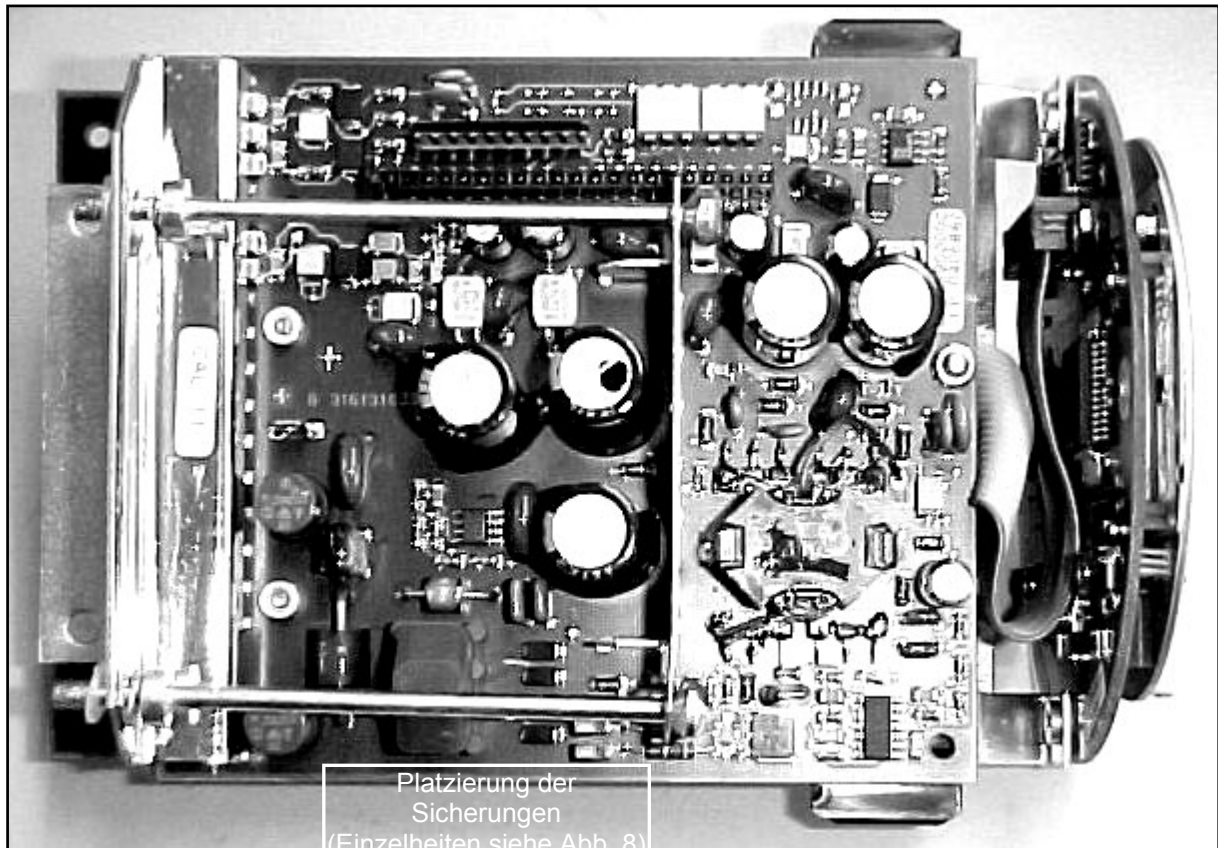

Abbildung 7: Elektronikeinheit des GFC 700 mit 24 V AC/DC Hilfsenergie
- Die Sicherungen F1 und F2 (siehe Abbildung 7 unten) können jetzt ausgetauscht werden. Die 24 V AC/DC Hilfsenergie arbeitet mit zwei Kleinstsicherungen von **T1.25A** gemäß IEC 127-3.